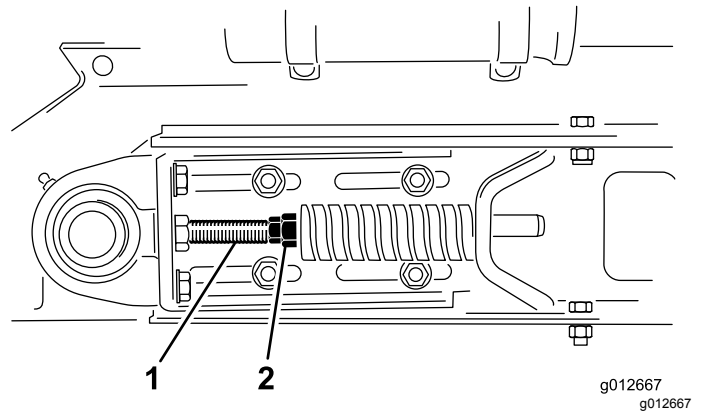

Figure 25
1. Desserrez les écrous de blocage avant et arrière sur la tige de tension pour détendre le ressort (Figure 25).